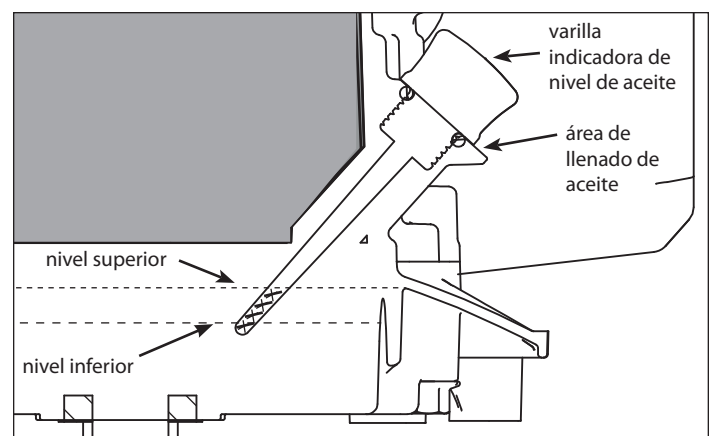

FIGURA 4: Cómo llenar el motor con combustible y aceite.
1. Saque la varilla indicadora de nivel. Llene el cárter hasta donde diga LLENO en la varilla del nivel de aceite. **NO LLENE DEMASIADO. CONSULTE LA FIGURA 4.**